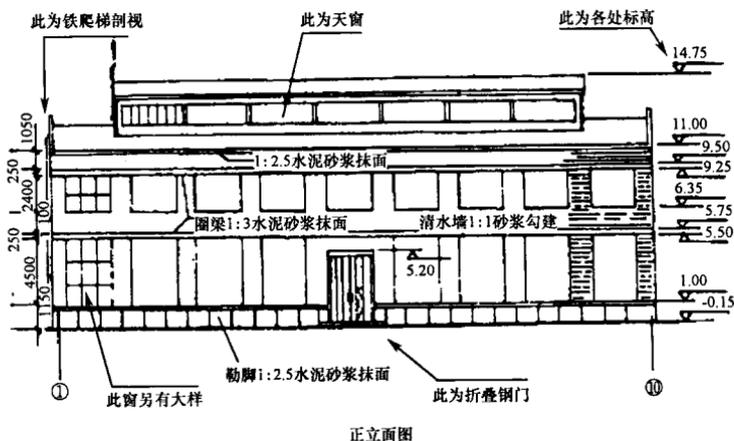
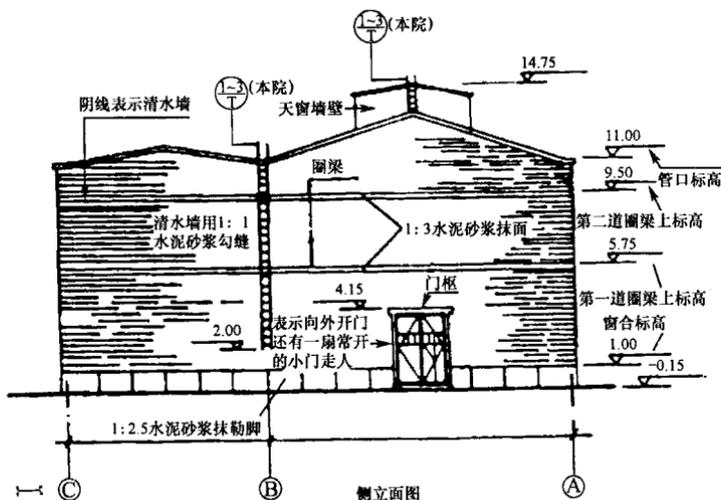

图 1-3 某工业厂房正立面图
图 1-4 某工业厂房侧立面图
为了便于学习看工业厂房立面图和较好地介绍立面图上内容及看立面图的方法，现以图 1-3 和图 1-4 为例说明看立面图的方法。
(1) 看图标：先辨明是什么立面图（南或北立面、东或西立面）。图 1-3 是正立面图，也是南立面图，图 1-4 为侧立面图，也是西立面图。
(2) 看标高、竖向尺寸：单层厂房没有层高之分，只有在构造不同的地方注有该处的标高。在立面上的门、窗都比民用建筑的尺寸大。如女儿墙上檐标高为 11.00 m，第一道圈梁上标高为 5.75 m，第二道圈梁上标高为 9.50 m，底下窗台标高为 1.00 m 等。另外从竖向尺寸上还可以看出窗的高度尺寸，上、下窗之间的墙的高度尺寸，圈梁的高度尺寸等。
(3) 看门、窗在立面图上的位置：从正立面图上可以看出钢大门、钢窗的大致形状，也可以看到天窗的大致形状。这些钢门、窗均有详图。立面图上只要记住洞口大小和门窗的详图号就可以了。
(4) 看外墙的装饰做法和要求：如该立面上女儿墙出檐是抹水泥砂浆，圈梁外露部分和窗台下勒脚也是抹水泥砂浆，其他都是清水墙勾缝。
(5) 从图 1-4 的侧立面图上可以看到，西墙面有铁爬梯，但是没有看到立面上有落水管，根据施工经验可以知道该厂房是采